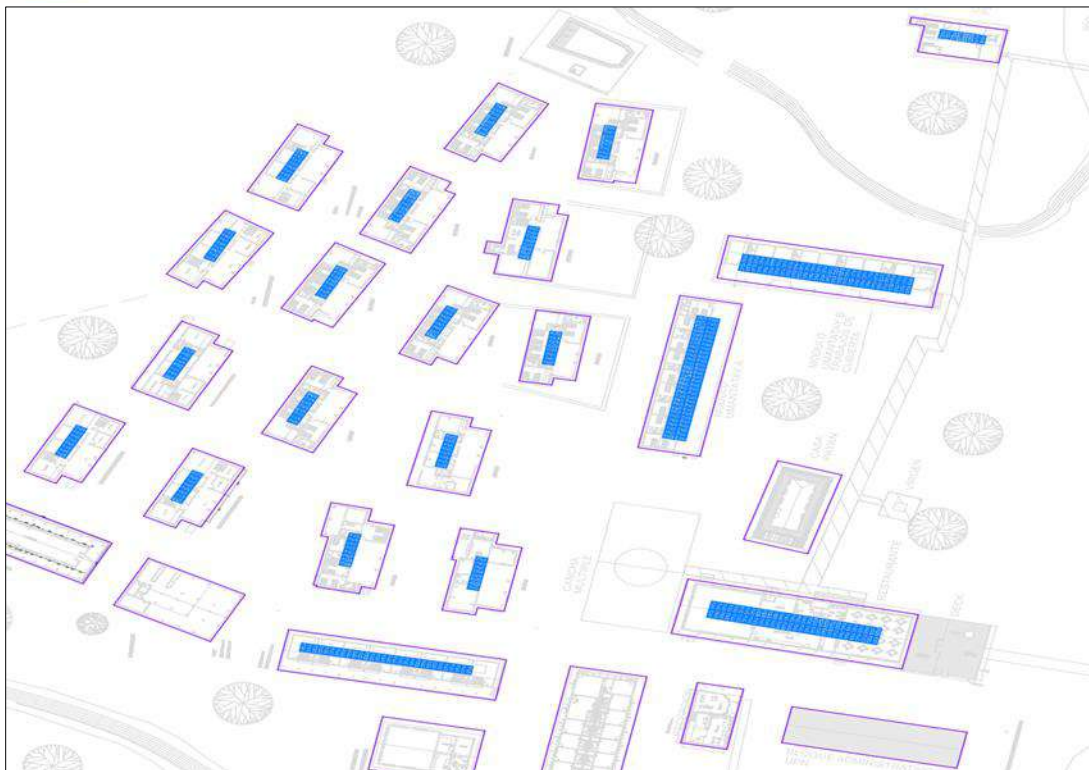

Ilustración 9. Disposición en Tejados de Paneles Fotovoltaicos en Centro Poblado.
En la Ilustración 9 se modela la ubicación propuesta de paneles fotovoltaicos, para un total de 346 unidades con capacidad de generación pico de 155kW. Se propone que la interconexión a la red sea de forma individual por cada estructura del centro poblado a través de inversores puntuales, esto priorizando un bajo impacto en obras de reforzamiento estructural para la instalación de paneleería sobre tejados y no generar interconexiones en corriente continua (DC) entre estructuras, teniendo en cuenta las altas pérdidas a las que se vería expuesto una red extensa en una baja tensión DC, y la necesidad de crear un sistema de distribución independiente para dicho fin.